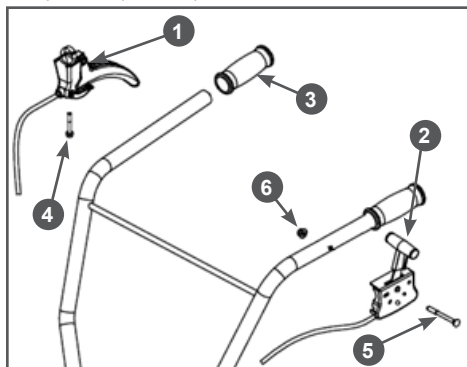

Рис. 5 Установка рычагов сцепления и газа
7. Установите на рабочие рукоятки рычаг 1 сцепления и рычаг газа 2 (Рис. 5). Для установки рычага 1 сцепления выполните следующее: снимите с правой рабочей рукоятки резиновую ручку 3, наденьте рычаг на рукоятку, закрутите до упора винт 4, установите обратно на рукоятку резиновую ручку 3 (Рис. 5). Для установки рычага 2 газа выполните следующее: совместите отверстия в левой рабочей рукоятке и корпусе рычага 2 газа, вставьте в отверстие болт 5 и закрутите гайку 6 до упора (Рис. 5).